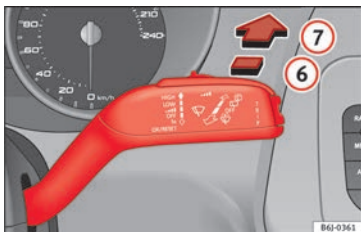

Fig. 96 Palanca del limpiacristales: limpiapuneta.
– Presione la palanca hacia delante hasta la posición ⑥ » fig. 96. El limpiapuneta debe accionarse en intervalos de 6 segundos.
– Presione la palanca completamente hacia delante hasta la posición ⑦ » fig. 96. El limpiapuneta y el lavaluneta funcionan simultáneamente. El lavaluneta seguirá funcionando mientras mantenga la palanca en esta posición.